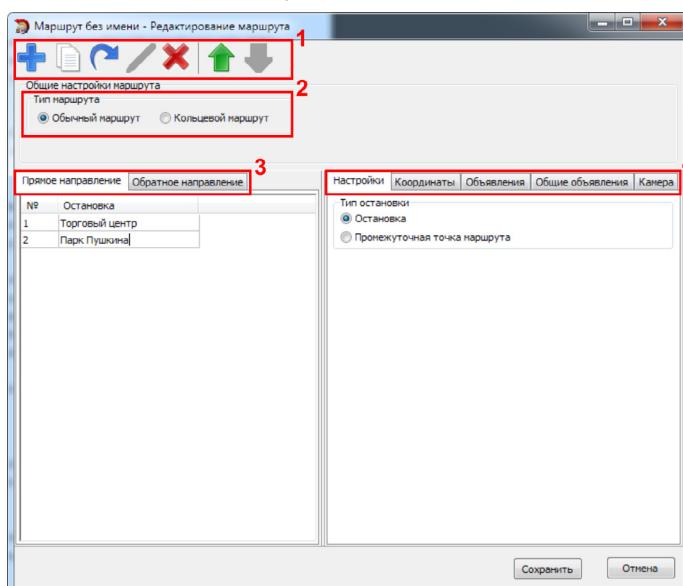

Рис.56. Редактор маршрута.
- Для редактирования точек маршрута следует выделить нужный маршрут в списке и выбрать команду *Главное меню/Редактировать* или нажать кнопку «Редактировать выделенный маршрут» на панели инструментов. Откроется меню «Редактирование маршрута» (Рис.56).
- В меню «Редактирование маршрута» добавить новую остановку можно, нажав кнопку «Добавить остановку» на панели инструментов (Рис.56, п.1). Остановка может быть создана из копии существующей. Для этого следует выделить нужную остановку и нажать кнопку «Копировать остановку». Все настройки выбранной остановки будут скопированы в новую. Данная функция удобна, когда необходимо добавить в список несколько остановок с аналогичными свойствами. Для удаления остановки следует выделить остановку и нажать кнопку «Удалить остановку» на панели инструментов. Кнопки «Вверх» и «Вниз» позволяют изменить порядок прохождения остановок.
- Тип маршрута:** обычная или кольцевая (Рис.56, п.2). Отличие обычного маршрута от кольцевого в том, что для кольцевого маршрута последняя остановка не дублируется.
**7. Направление маршрута:** прямое направление или обратное направление (Рис.56, п.3). В маршрут достаточно добавить остановки одного направления, обратный маршрут может быть создан из уже созданного при помощи кнопок «Копировать прямое направление в обратное» и «Копировать обратное направление в прямое». При создании обратного маршрута порядок остановок меняется на обратный. Также оба направления могут быть созданы вручную.
**8. После добавления остановки** следует настроить ее свойства. Настройки остановок расположены на отдельных вкладках (Рис.56, п.4).